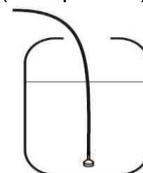

Fig.7
- 2- Brancher le tube en dotation dans le récipient de produit de rinçage et du détergent (si disponible). (Fig.7)